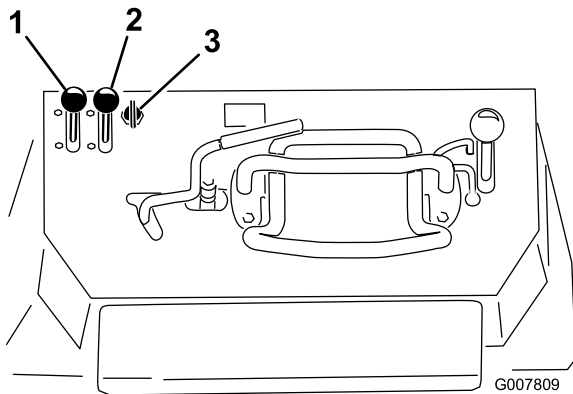

Bild 16
1. Stellen Sie den Gasbedienungshebel zwischen die Stellung LANGSAM und SCHNELL (Bild 16).
2. Stellen Sie den Chokehebel in die EIN-Stellung (Bild 16).
- Maschinen mit Elektrostart: Drehen Sie den Schlüssel in die EIN-Stellung (Bild 16). Lassen Sie den Schlüssel los, wenn der Motor anspringt.
4. Schieben Sie den Chokehebel langsam in die Aus-Stellung (Bild 16). Schieben Sie beim Absterben oder Aussetzen des Motors den Choke wieder nach vorne, bis der Motor warm gelaufen ist.
5. Schieben Sie den Gasbedienungshebel in die gewünschte Stellung (Bild 16).
2. Stellen Sie den Gasbedienungshebel in die LANGSAM-Stellung (Bild 16).